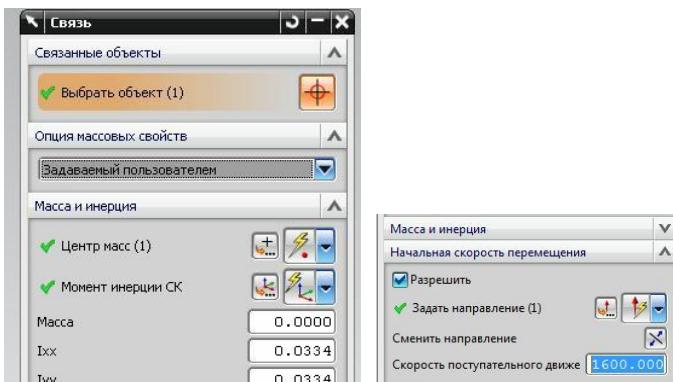
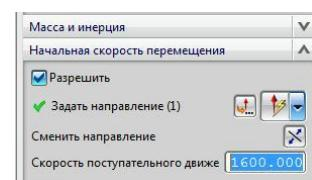

рис.36
рис.37
- Но если в поле *Опция массовых свойств* вы включите опцию **Задаваемый пользователем** (рис.36), то все поля станут активными, и теперь вы сможете волевым порядком изменить, например, массу данной детали. Более того, вы сможете изменить и нахождение **центра тяжести** данной детали. Для этого укажите соответствующую точку в поле *Центр масс*.
- В том же диалоговом окне рис.36 кроме изменения массо – инерционных характеристик конкретной детали, вы можете задать и её начальную скорость (линейную или угловую). Для этого в поле “*Начальная скорость перемещения*” нужно включить переключатель *Разрешить* (рис.37).